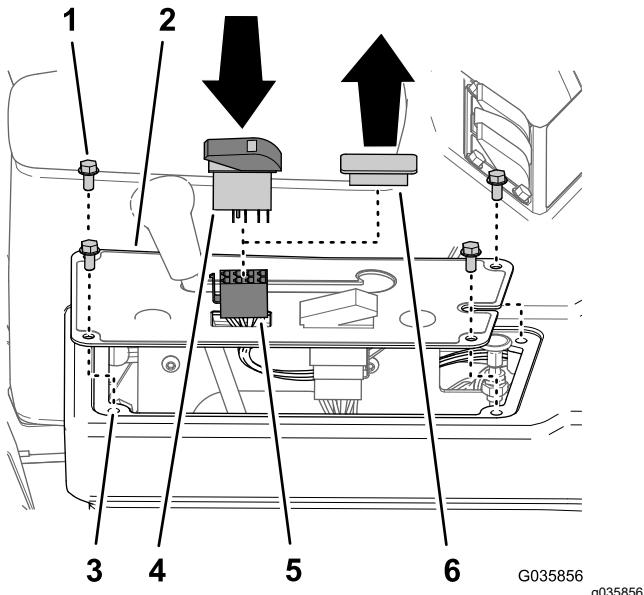

Bild 34
1. Entfernen Sie die vier Bundkopfschrauben ($\frac{1}{4}$ " x $\frac{1}{2}$ ") (falls vorhanden), mit denen die Abdeckung des Bedienfelds oben an der Konsole befestigt ist, wie in Bild 34 abgebildet.
2. Entfernen Sie die Schalterblende von der Abdeckung des Bedienfelds der Konsole (Bild 34).
3. Führen Sie den 8-Buchsen-Stecker des Kabelbaums des Finishingkits für den Ultra Sonic Boom durch die Öffnung in der Abdeckung des Bedienfelds (Bild 34).
4. Schließen Sie den 8-Buchsen-Stecker des Kabelbaums des Finishingkits für den Ultra Sonic Boom, der mit SONIC MODE MANUAL VS. AUTO beschriftet ist, am Kippschalter an (Bild 34).
5. Setzen Sie den Kippschalter in die Öffnung im Bedienfeld, bis der Schalter einrastet (Bild 34).
6. Fluchten Sie die Löcher in der Abdeckung des Bedienfelds mit den Löchern in der Oberseite der Konsole aus (Bild 34).
7. Befestigen Sie das Bedienfeld mit den vier in Schritt 1 entfernten Schrauben an der Konsole (Bild 34).